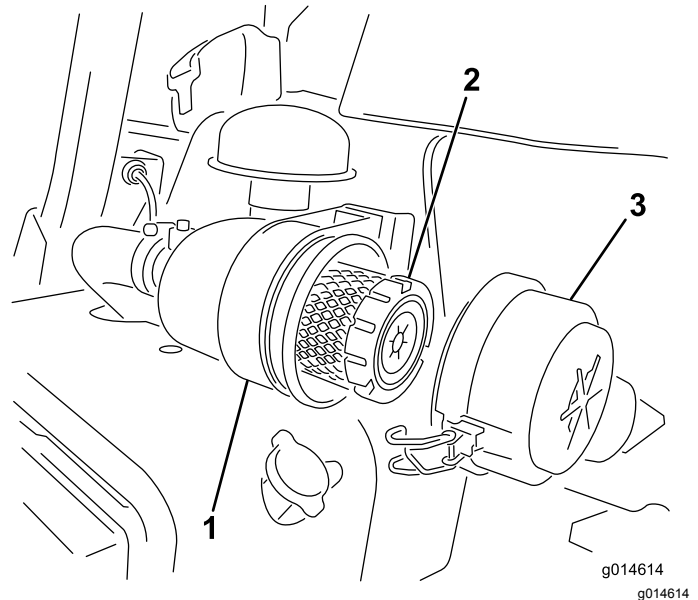

Figura 44
1. Abra los enganches que fijan la tapa del limpiador de aire a la carcasa del limpiador de aire (Figura 44).
6. Cierre los enganches (Figura 44).